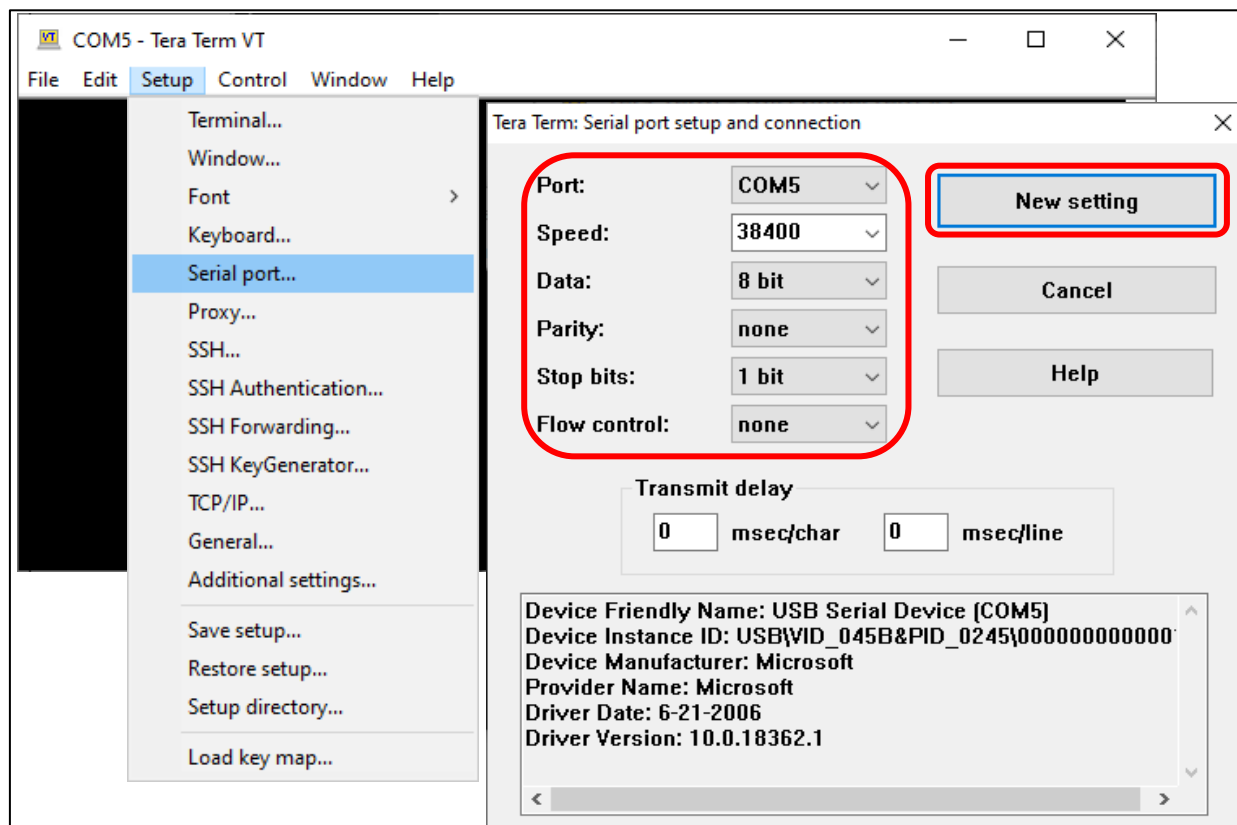

図 3-6 : Tera Term での Serial Port 設定
6. Tera Term の Serial port setup and connection ウィンドウで、Setup and Serial Port...を選択します。図 3-6 のように設定し、“New setting”をクリックします。